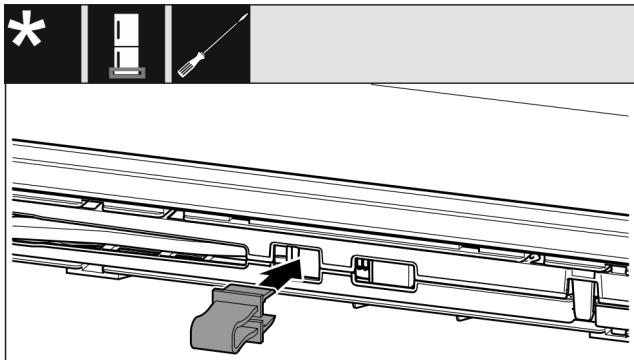

Fig. 14
- Nofiksējiet aizturi atverē Fig. 14 ()�.